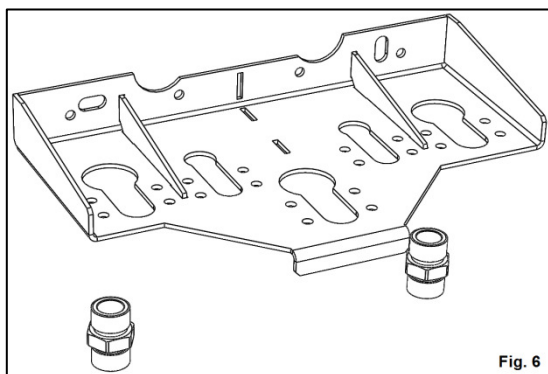
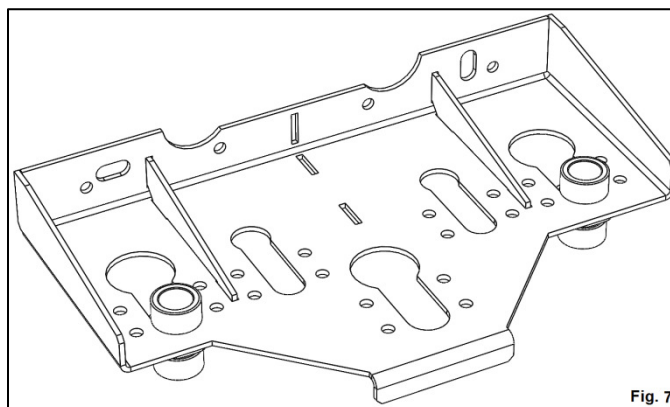

Fig. 6
Fig. 7
5. Se poziționează racordurile F, pe placa P , în poziția indicată în Fig. 7, prin introducerea tronsonului superior în găurile din placă (Fig. 6), și deplasarea de-a lungul decupării.